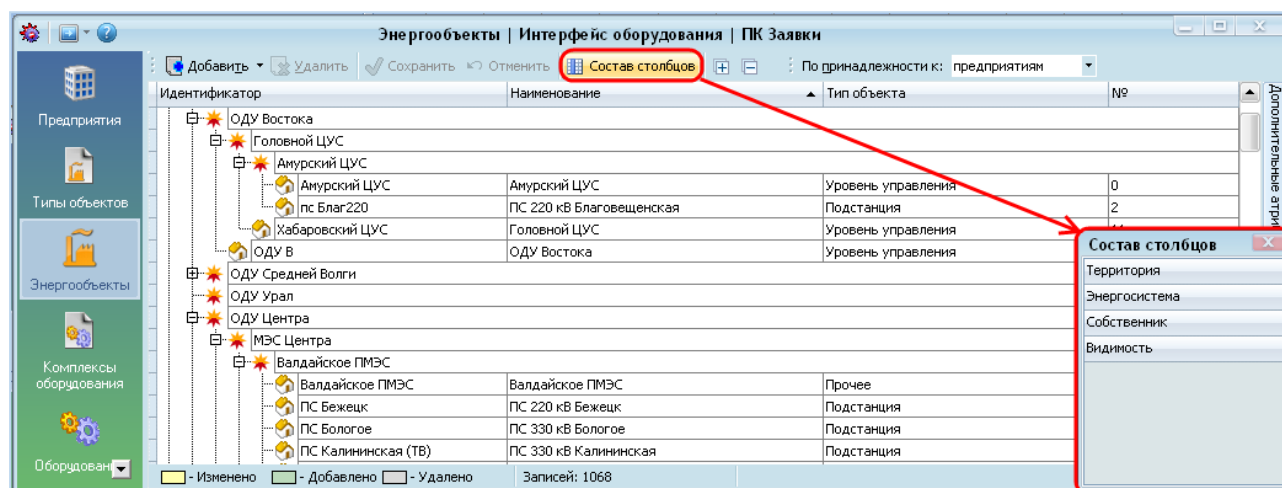

Рисунок 13.4 – Вызов настройки состава столбцов через главное меню
- На панели инструментов нажать на кнопку [Состав столбцов] (Рисунок 13.4).